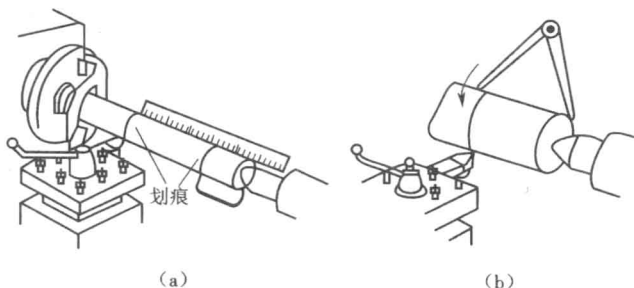

图 1-11 画刻线痕确定车削长度
c. 为了确保外圆的车削长度,通常先采用刻线痕法确定切削长度(图1-11),车削后用量具进行测量,即在车削前根据需要的长度,用钢尺、样板、卡钳及刀尖在工件表面上刻一条线痕,然后根据线痕进行车削。当车削完毕时,再用钢尺或其他量具复测。